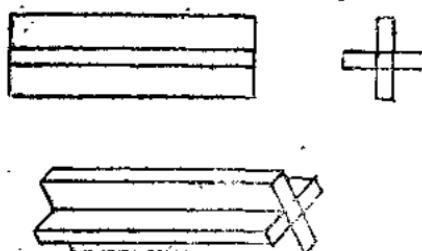

图 10
2. 制动板及重锤 十字形制动板 (图 10), 用厚 0.5—1 公分的木板制成。其长度及宽度须视盛水的竹筒之孔径及深度而定, 一般要求长度在 10 公分以上, 它的宽度的决定, 最好使得制动板离开竹筒的内壁有 1—2 公分的间隙, 以便当盛水筒有不大的倾斜时, 照准部分连同制动板重锤不至于与竹筒之间壁相靠。